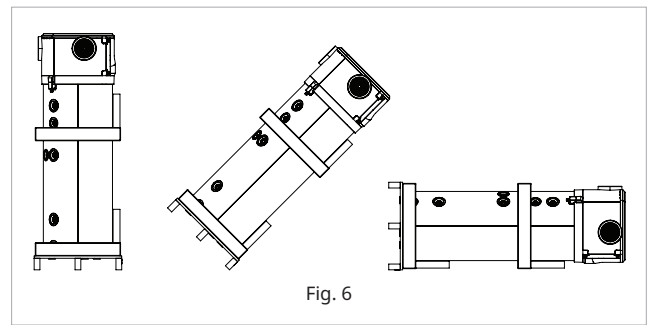

Fig. 6
- Înclinați dispozitivul conform Fig. 6.